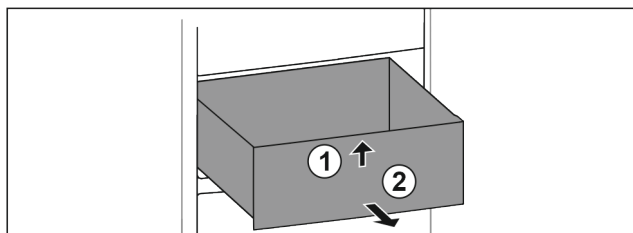

Fig. 30
- Nadvihnite zásuvku vpred. Fig. 30 (1)
- Odoberte zásuvku dopredu. Fig. 30 (2)